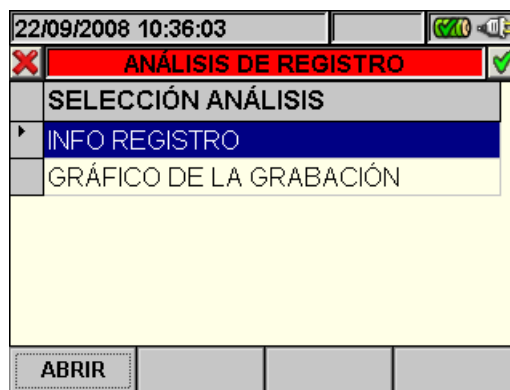

Fig. 137: Análisis Registro (tipo datos Reg)
2. Pulse la tecla **ESC** (o el icono ) para salir de la función y volver a la página “Datos Memorizados” (Fig. 137).
2. Pulse la tecla **ESC** (o el icono ) para salir de la función y volver a la página “Análisis Registro” (Fig. 137).
- La tecla **ESC** (o el icono ) para salir de la función y volver a la página “Análisis Registro” (Fig. 137)
- La tecla **ESC** (o el icono ) para salir de a función y volver a la página “Análisis Registro” (Fig. 137).